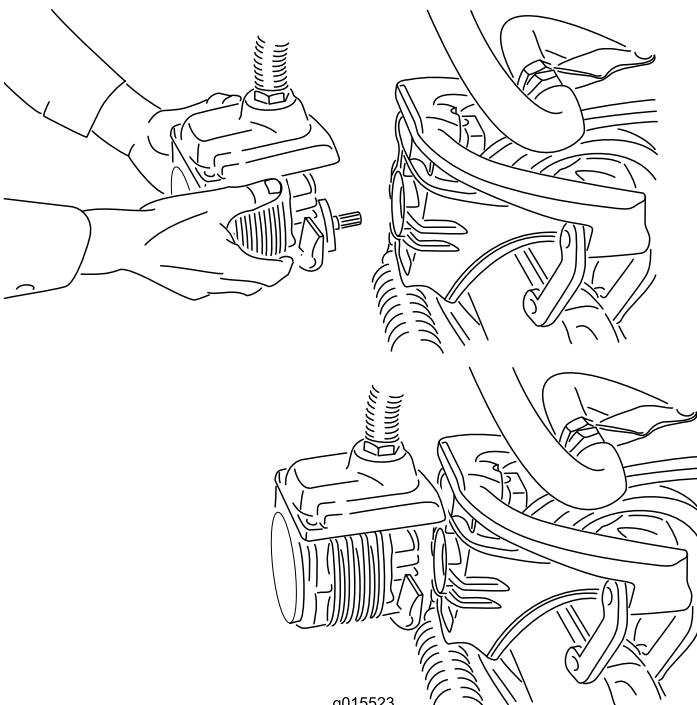

Bild 37
4. Legen Sie den Motor am Aufbewahrungsort vorne am Aufhängearm ab (Bild 37).